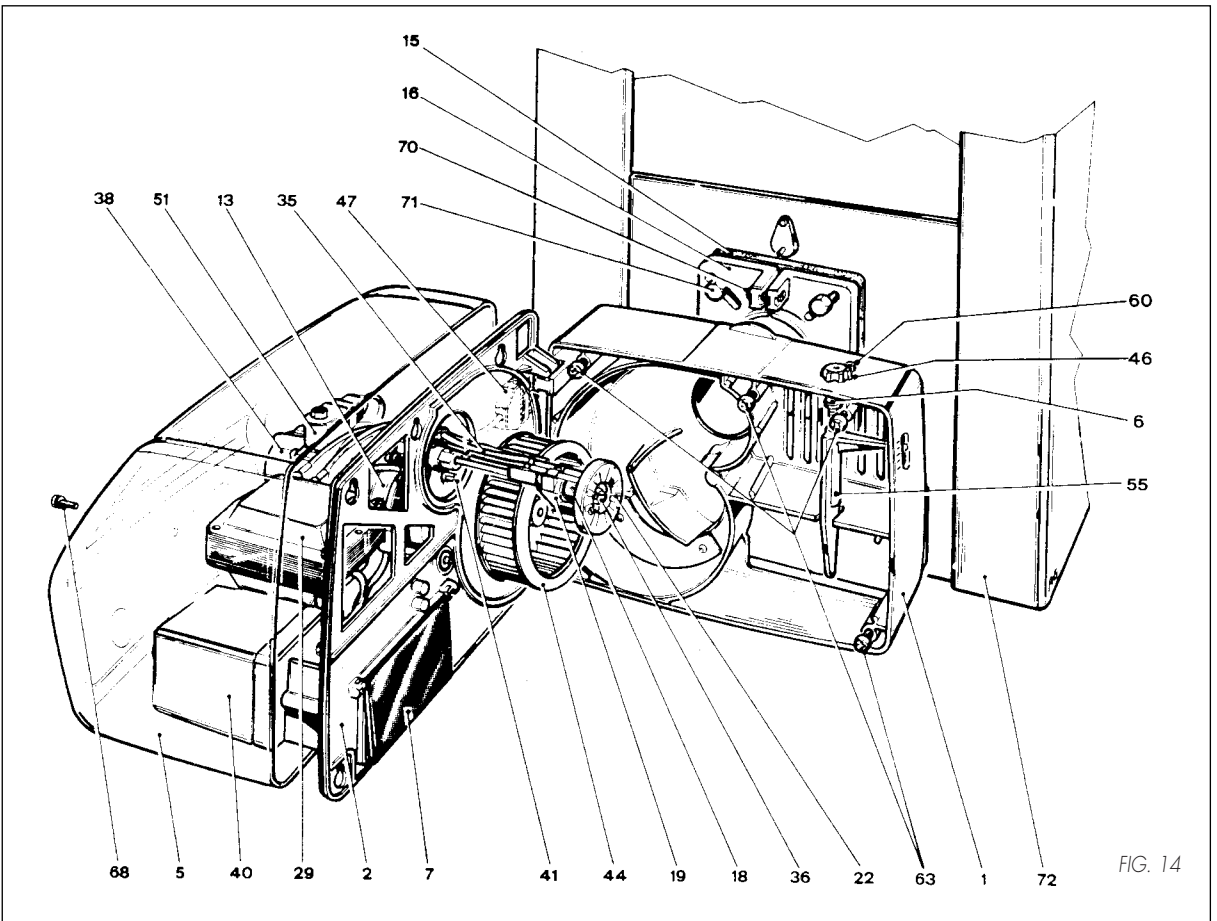

FIG. 14
- togliere il coperchio (5) allentando la vite (68);
- allentare parzialmente le viti inferiori (63) e superiori (63);
- sganciare, sollevandola, la piastra porta componenti (2) ed agganciarla nell'apposita sede, come indicato in fig. 14.
- loosen screw (68) and remove cover (5)
- loosen lower screws (63) and upper screws (63) only in part
- release support plate (2) and secure the plate into the housing purposely provided, as shown in Fig. 14.
Somit sind sämtliche Brenner teile zu Wartungs- und Reparaturarbeiten zugänglich. Sollte die Gebläse motoreinheit demontiert werden, ist beim Wiedereinbau darauf zu achten, daß das Abstandsmaß lt. Abb. 14 eingehalten wird.
- Enlever le capot du brûleur (5).
- Dévisser partiellement les vis supérieures et inférieures (63).
- Soulever et sortir la plaque support des composants (2) en l'accrochant sur son siège comme en FIG. 14.
- quitar la tapa (5) aflojando el tornillo (68);
- aflojar los tornillos superiores (63) e inferiores (63);
- desenganchar, levantandola, la placa porta componentes (2) y engancharla en el apropiado sitio como muestra la fig. 14.
- verwijder het deksel (5) door de schroef (68) los te draaien;
- draai gedeeltelijk de onderste (63) en bovenste (63) schroeven los;
- til de plaat met componenten (2) omhoog, haak deze los en vervolgens aan de zitting, zoals getoond in fig. 14.